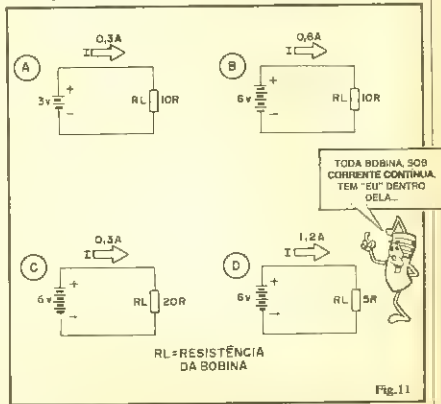

Fig. 11
FIG. 11-A - Considerando, para efeitos unicamente de cálculo da corrente, que a bobina pode ser considerada uma simples existência (isto SÓ VALE para CORRENTE CONTÍNUA, lembrem-se!), se tivermos uma bobina com resistência equivalente (RL) de 10R, submetendo-a a uma tensão de 3V, teremos uma corrente de 0,3A. Um certo campo magnético é formado.
FIG. 11-B - Se, na mesma bobina exemplificada em 11-A, dobrarmos a tensão aplicada (agora são 6V), teremos uma corrente também dobrada (0,6A), com um consequente aumento na "força magnética" gerada...
FIG. 11-C - Se, no lugar de mudarmos a tensão, enrolarmos a bobina de modo a obter outros valores de resistência equivalente (RL), a corrente (e, consequentemente, o campo magnético) também possa ser dimensionada: uma bobina de 20R, com a mesma tensão de alimentação de 6V (presente em 11-B) receberá uma corrente menor do que a do exemplo anterior, ou apenas 0,3A (campo magnético mais fraco do que em 11-B).
FIG. 11-D - Por outro lado, se a opção foi manter a tensão e aumentar o campo magnético, temos que enrolar uma bobina "menos resistiva", de 5R, por exemplo, cuja resistência, sob os mesmos 6V permitirá uma corrente de 1,2A, com o consequente "fortalecimento" do campo magnético!